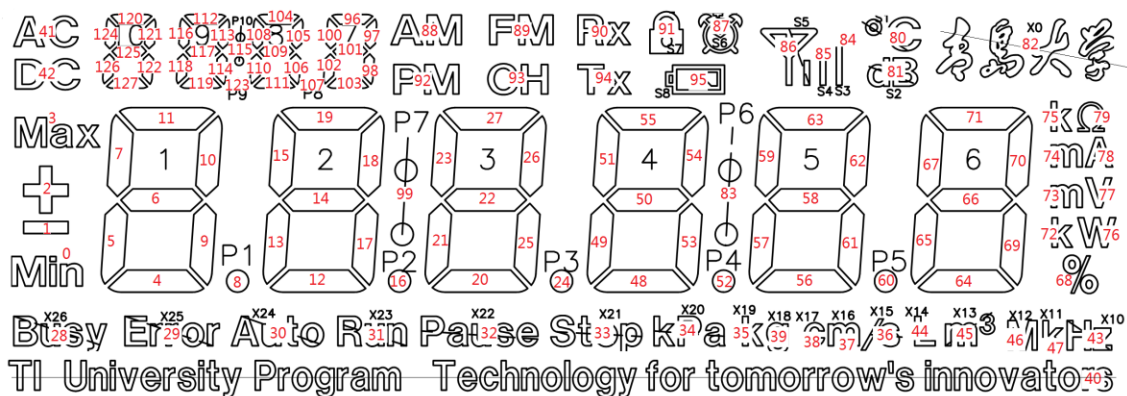

图 14.4 段式液晶的段号
- 4) 单片机的 CPU 实际并不直接控制 COMx 和 SEGx，只需“告诉”LCD 驱动器你打算显示的 0-127 段号码就行。如图 14.4 所示，前面提到的“Min”段号是 0，“-”段是 1，“TI...”的段号是 40。